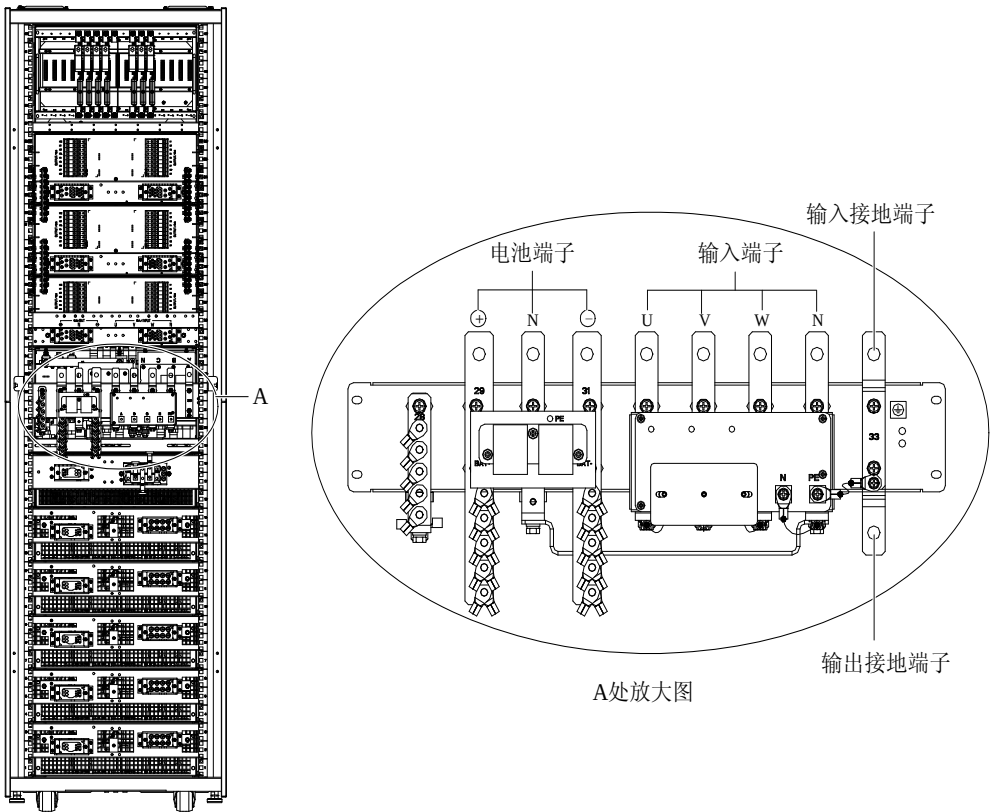
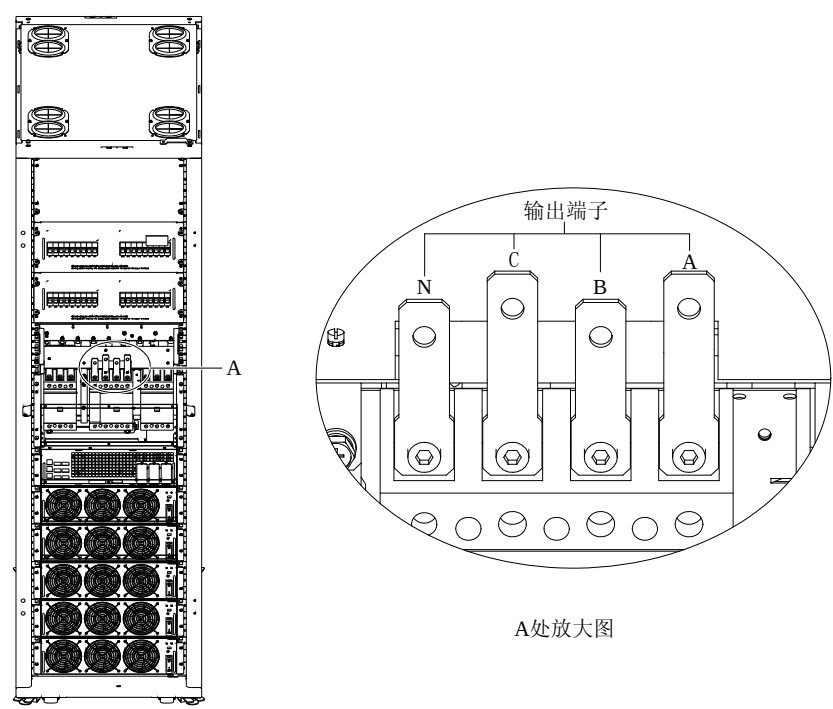

图1-5 输入端子、电池端子和接地端子（后视）
图1-8 不带输出配电模块 UPS 的输出端子（前视）
- 2. 打开机柜后门，取下保护盖板，可见输入端子、电池端子和接地端子，见图 1-5。
2) 如不选配输出配电模块，则将输出电缆连接于机柜前面提供的输出端子（见图 1-8）与负载之间。输出地线连接至机柜后面的输出接地端子（见图 1-5）。